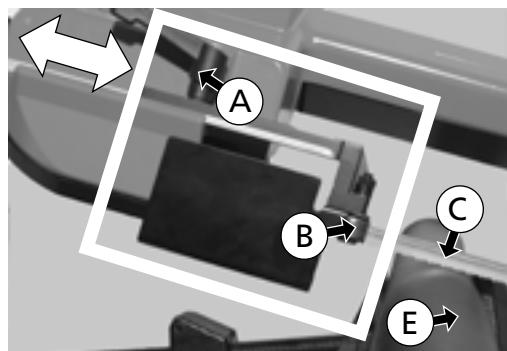

Fig. 23
1. Afloje la manilla (A) - (Fig. 23).
Elementos de Fig. 23 - 24